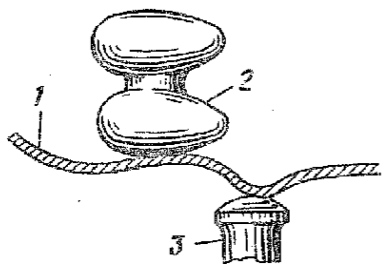

Рис. 222. Выколотка вмятин:
- установить над выпуклостью поддержку 2 (рис. 222) и плотно прижать к поверхности рукой; ударами выколоточного молотка 3 по выступающей части выбивать вмятину до придания поверхности правильной формы.